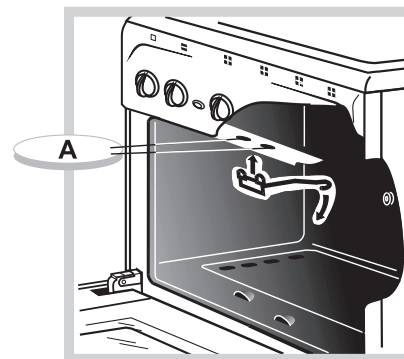

Рис.7
- Установите крючок, для чего вставьте «усы» крючка в пазы А верхней полки проема духовки и опустите крючок вниз (рис. 7).